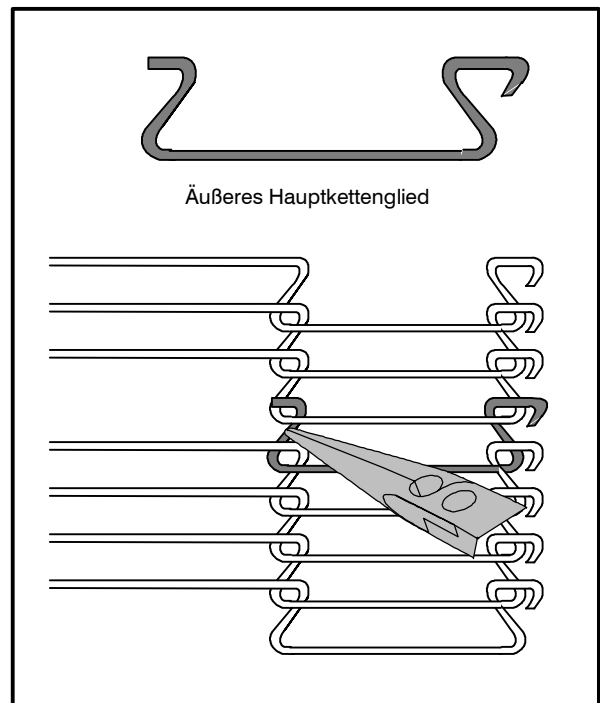

Abbildung 13
7. Installieren Sie die äußeren Hauptkettenglieder. Das Verbinden der beiden Bandenden ist hiermit abgeschlossen. Siehe Abbildung 13.